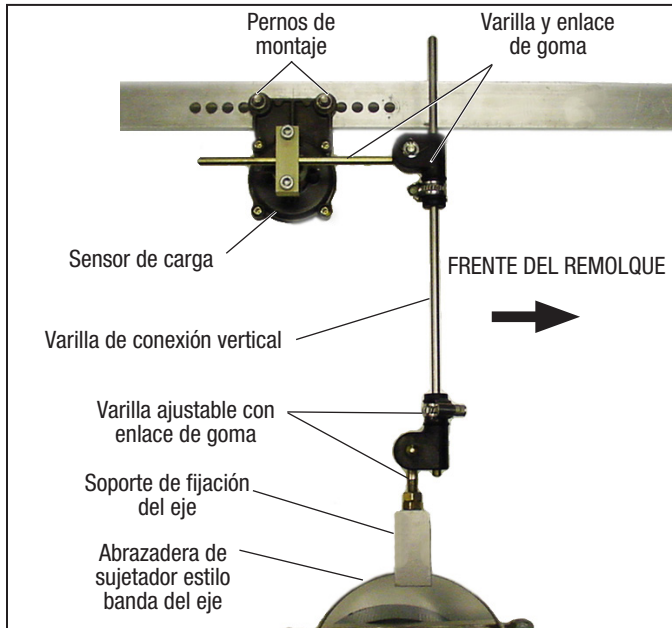

Figura 3: instalación típica del sensor de carga externa
- **Sensor de carga externa:** en el caso de los sistemas de suspensión del muelle, se instala un sensor de deflexión de muelle eléctrico externo, generalmente lo más cerca posible del centro (± 5 in/12.7 cm) de un eje con conexión al centro del eje (pero **NO DEBE** estar instalado en un eje elevable). *Consulte la figura 3.* Los vehículos con un sensor de carga mecánico tienen el puerto (P42) que se utiliza para detectar el sistema de suspensión neumática obstruido.
- **Sensor de carga:** *consulte la figura 3.* Si un remolque está equipado con un sensor de deflexión de muelle eléctrico externo, se adjunta una conexión a un eje (pero no debe estar instalado en un eje elevable) —dentro de cinco (5) in (12.7 cm) del centro del eje— se conecta a un sensor de carga adjunto al chasis del vehículo. La salida del sensor es una señal eléctrica proporcional a la deflexión del muelle. La conexión a la ECU se realiza a través del conector auxiliar de 12 pasadores o 2.4.